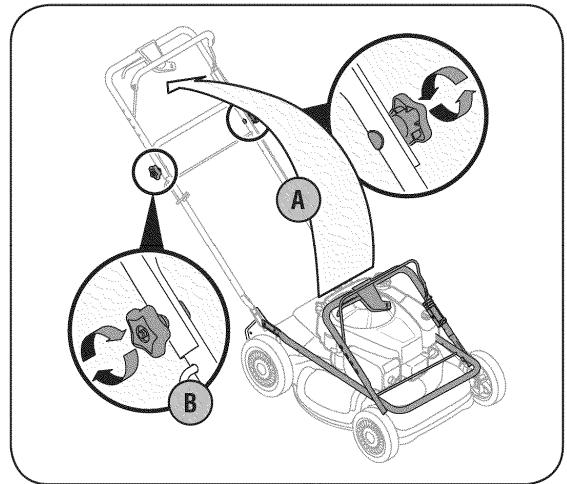

РИС. 1
1. Удалите упаковочный материал, который может быть установлен между верхней и нижней частью ручки А. Потяните верхнюю часть ручки вверх и назад, как показано на Рис. 1. Убедитесь в том, что нижняя часть ручки плотно зафиксирована в установочных кронштейнах. Не пережимайте тросики. В. Затяните звездообразную рукоятку, чтобы закрепить верхнюю часть ручки на нижней.